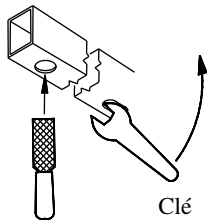

Figure 2
1. Abaisser l'isolateur en caoutchouc (2) sur les modèles à échappement simple, les isolateurs (4) sur les modèles à échappement double. Remarque : La vaporisation d'un lubrifiant ou d'eau savonneuse sur la tige du support métallique et l'isolateur en caoutchouc facilite l'enlèvement.
3. Vérifier si l'espaceur et le boulon de carrosserie peuvent passer dans le trou d'accès, sinon agrandir celui-ci en conséquence; l'illustration ci-dessus (Figure 2) indique deux manières d'y parvenir, la première à l'aide d'une lime, la seconde en écartant le métal en se servant d'une clé comme levier. **Agrandir le trou juste assez pour faire passer les pièces de visserie.**